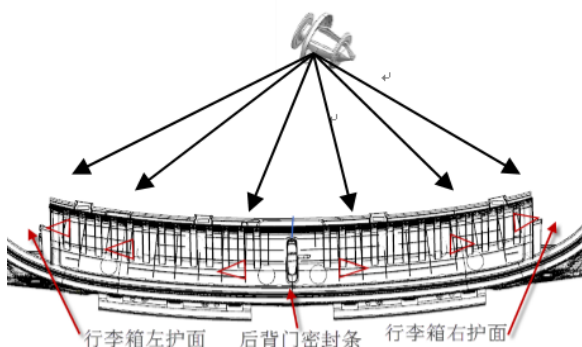

图 7-2-4-1 后围踏板拆卸示意图
- (1) 首先松开后背门门框密封条;
- (2) 如图 7-2-4-1, 先掀起行李箱工具箱盖板, 将工具箱拆起, 然后向上掰后围踏板, 将 6 个板类卡扣配合处拆开, 即可拿下行行李箱门槛护板。